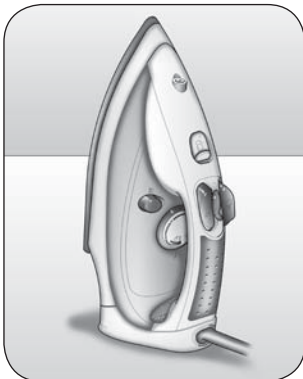

Fig. 4
- 1 Das Bügeleisen senkrecht auf den Bügeleisen-Abstellrost (G) (Fig. 4) stellen.
- 6 Das Bügeleisen senkrecht wegstellen (Fig. 4).